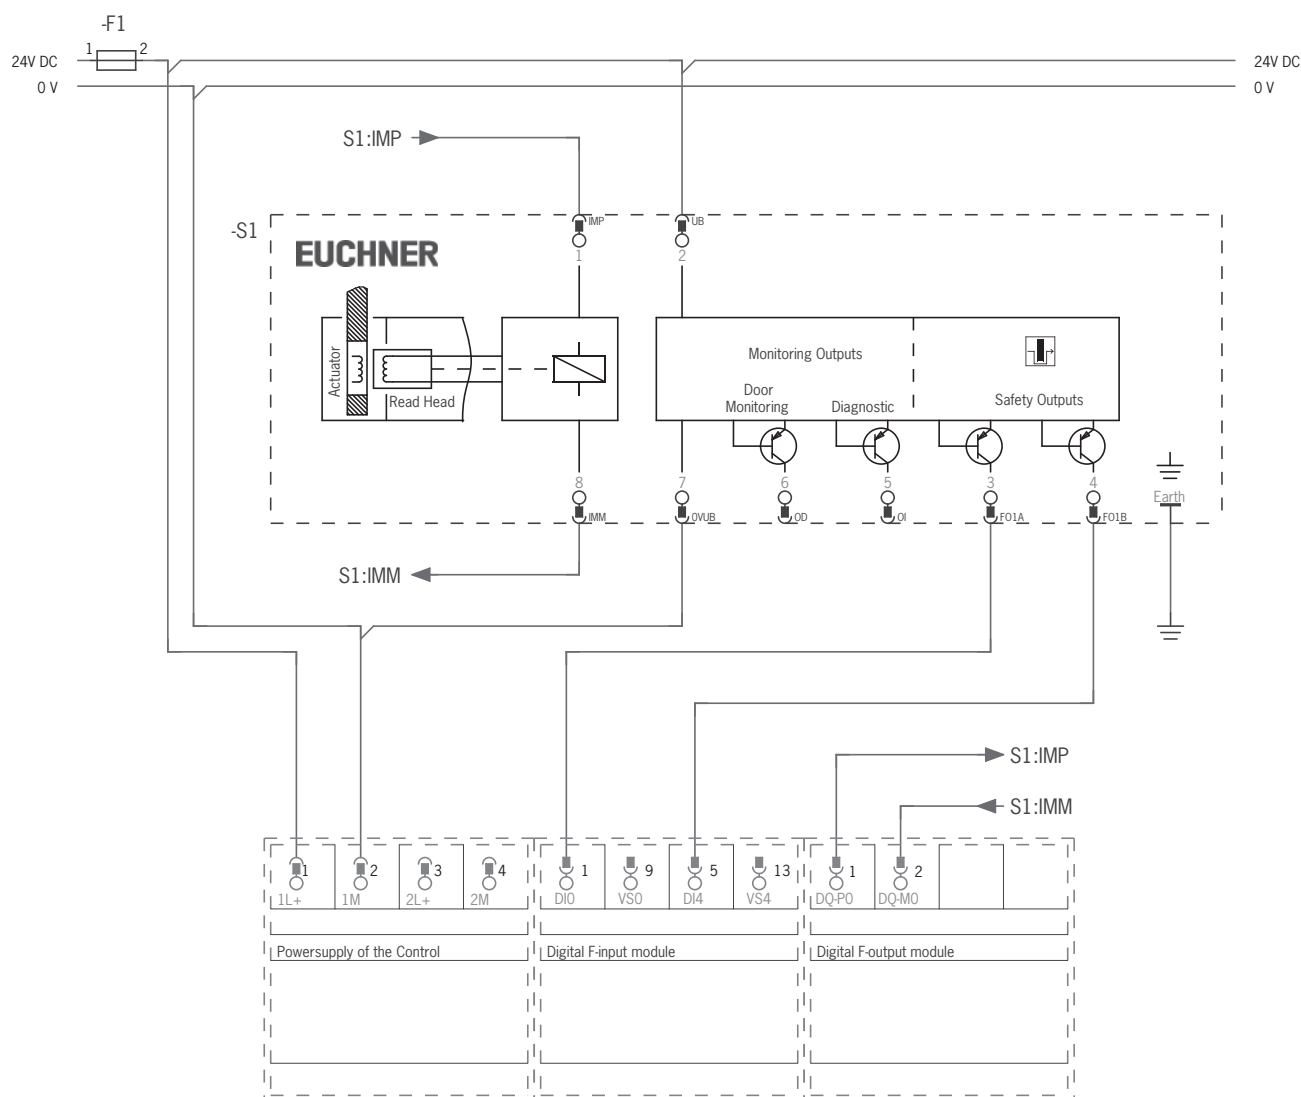

Fig. 4 : Exemple de raccordement à ET200
- En cas de commande sur deux voies de la tension de l'électroaimant par des sorties de sécurité d'une commande / d'un automate, il convient de respecter les points suivants (voir aussi Fig. 4 à la page 20) :